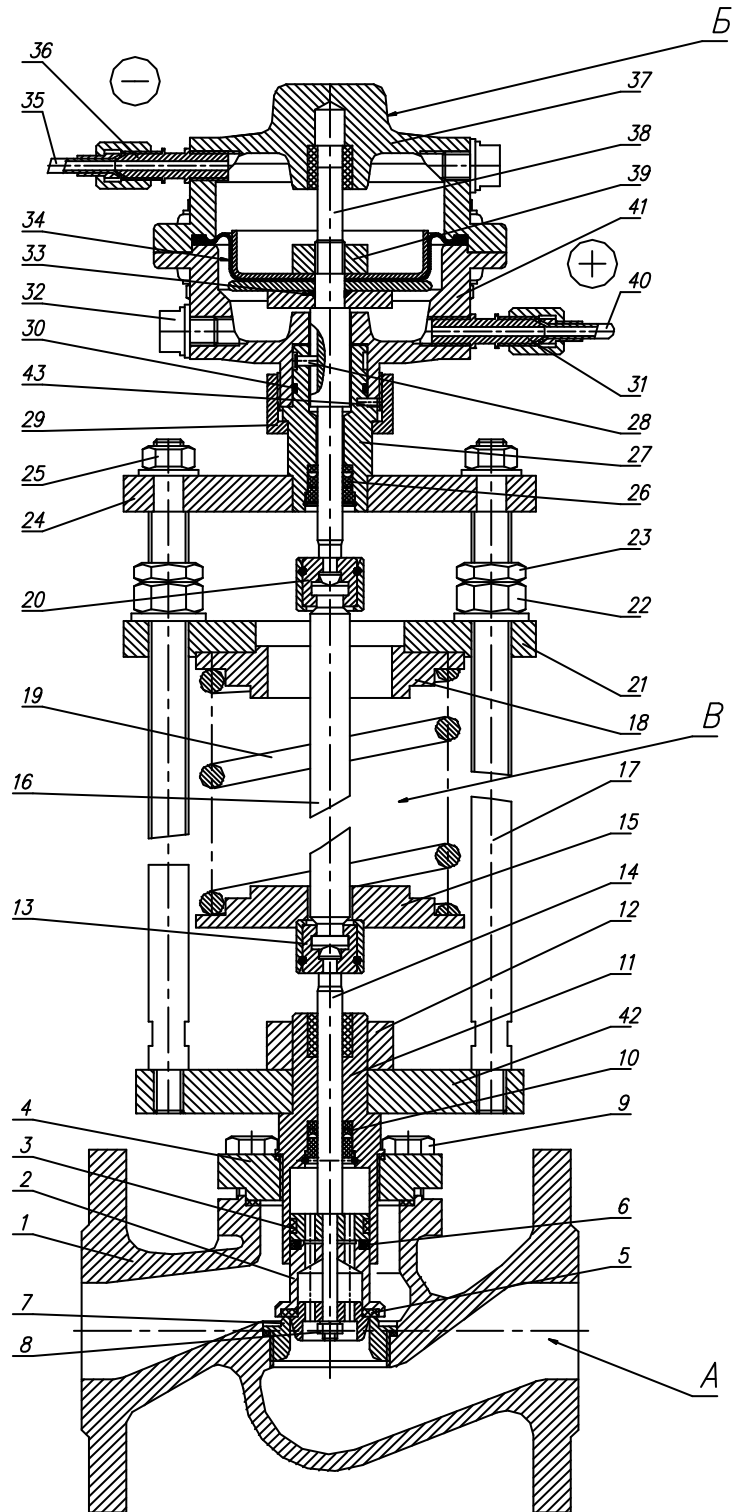

Рисунок 1. Общее устройство регулятора РД-В-40.
2.2.5. Регулятор устанавливать на горизонтальном участке трубопровода согласно схеме подключения (см. рис.1 приложения). Перед регулятором установить магнито-сетчатый фильтр.